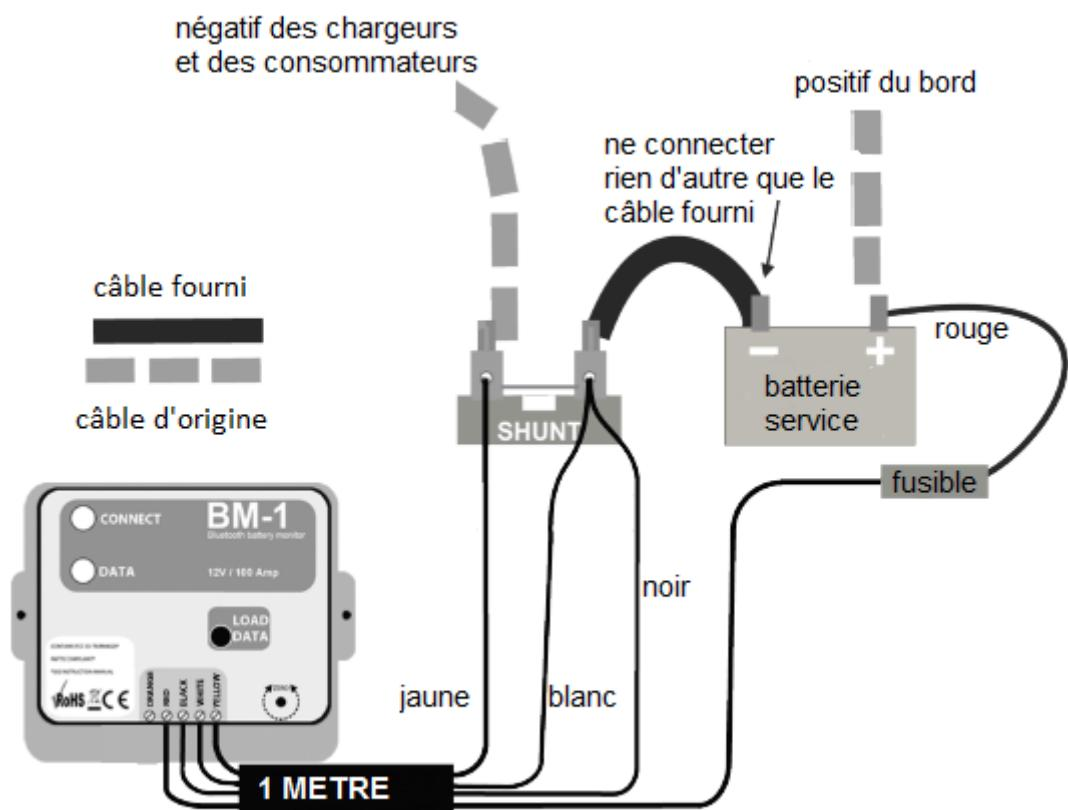

Figure 1 - BATTERIE SERVICE UNIQUEMENT
1. Connectez le câble de dérivation au moniteur comme indiqué à la figure 1. Veillez à connecter les fils exactement comme indiqué, en notant que le fil noir et le fil blanc sont reliés au shunt au même endroit, et sont connectés séparément sur le BM1.
4. Débranchez tous les fils de la borne négative de la batterie et connectez-les au shunt comme indiqué sur la figure 1. Assurez-vous que le shunt est placé là où il ne peut pas entrer en contact électrique avec autre chose et assurez-vous qu'il restera sec. Notez également que le shunt peut chauffer lorsque des courants forts passent. Assurez-vous qu'il est dans une position où sa chaleur ne peut pas affecter les autres les pièces. Veillez à ne pas trop serrer les connexions au shunt.
5. Connectez les fils noir et blanc et le fil jaune au shunt comme indiqué sur la figure 1.